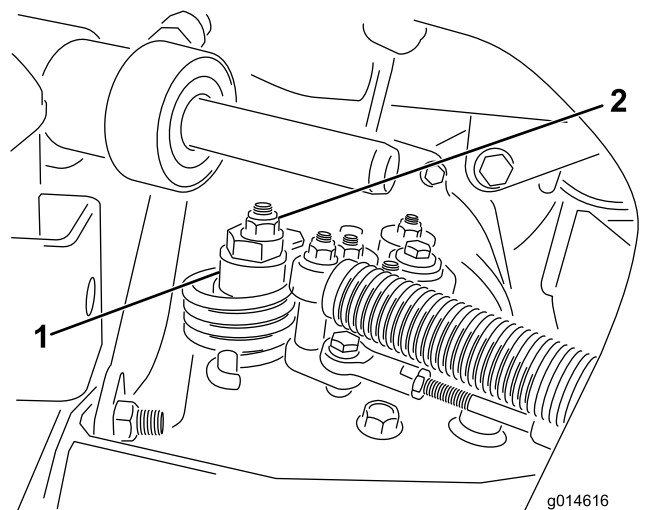

Figura 41
- A. Afloje la tuerca que sujeta el excéntrico a la parte superior del hidrostato (Figura 41).
- C. Gire el excéntrico hasta que no haya movimiento en ningún sentido. Cuando la rueda deje de girar, apriete la tuerca para bloquear el excéntrico y el ajuste (Figura 41). Compruebe el ajuste con el acelerador en las posiciones LENTO y RÁPIDO.